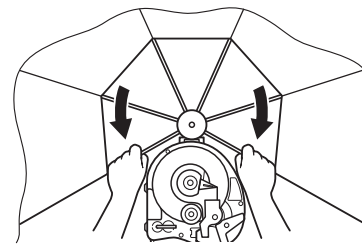

Fig. 19
(2) Ouvrir complètement la protection en déployant les bras comme indiqué ci-dessous, jusqu'au dé clic. (Fig. 19)